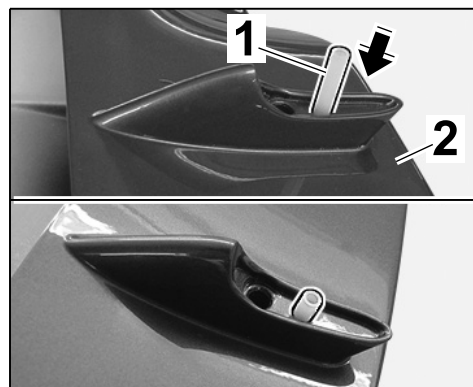

Рис. 20
- 9.4 Осторожно до упора забить установочный штифт ⇒ *Рис. 20 -1-* в нижнюю часть заднего антикрыла справа ⇒ *Рис. 20 -2-* и слева с помощью пластикового молотка.